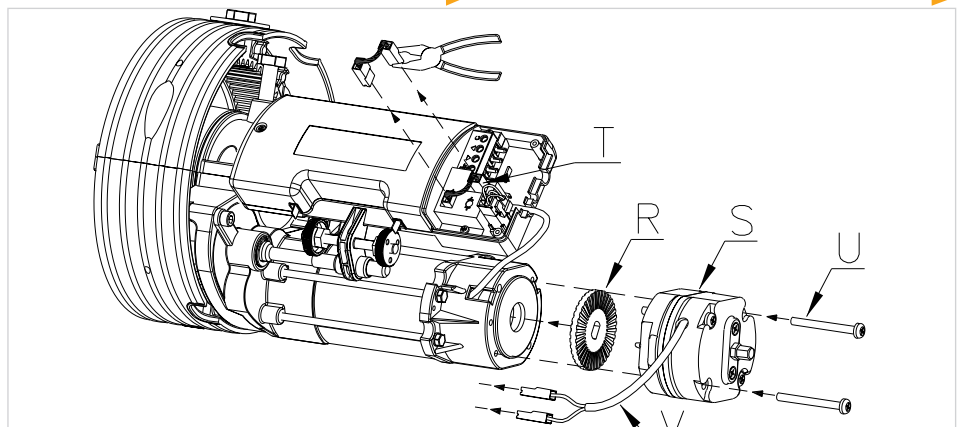

Fig. 8
- 1) Insertar el freno (R) en la parte posterior del motor eléctrico como mues la fig.8.
- 2) Fijar el electrofreno (S) al motor a través de los tornillos M5x50 (U).
- 3) Eliminar el Puente (T) del final de carrera. **No dañar el puente tirando del hilo y mantenerlo para su uso futuro**
- 4) Conectar los dos hilos electricos (V) del freno en el final de carrera.